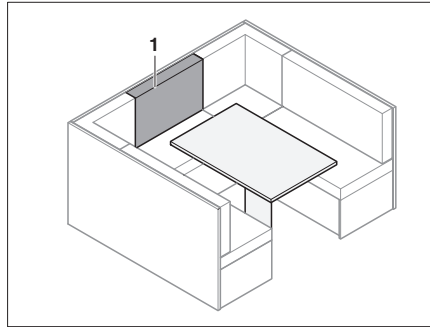

Bild 148 Vor dem Umbau
- Rückenpolster (Bild 148,1) vor das Zusatzpolster auf den Tisch legen.